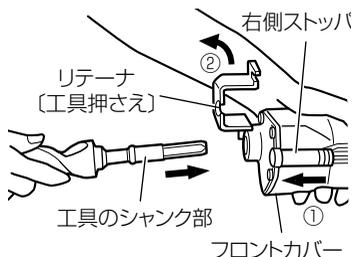

図 3 - 2
- (1) 右側ストッパを矢印①の向きに押し、リテーナ [工具押さえ] を矢印②の向きに回転させます。次に、工具のシャンク部をフロントカバー六角穴へいっぱいにさし込みます。(図 3 - 2)
- (2) 右側ストッパを矢印①の向きに押し、リテーナを元に戻して工具が抜けないようにしてからストッパをはなします。